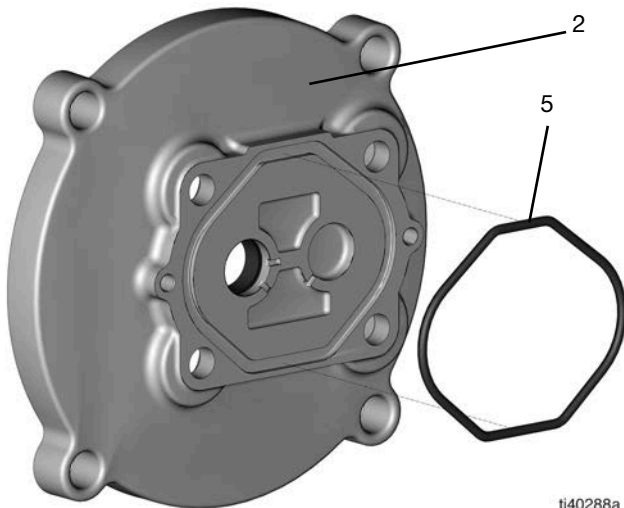

FIG. 36
2. Placez le joint torique (5) dans la rainure du couvercle de la plaque d'adaptateur (2) (FIG. 36).